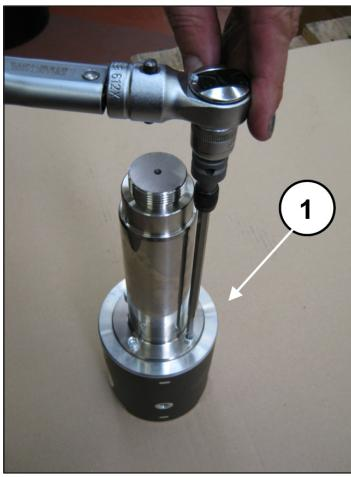

Fig. 46
Pour désassembler la tige du guide de piston, dévisser les vis à tête cylindrique M6 à l'aide d'une clé appropriée (rep. ①, Fig. 46).